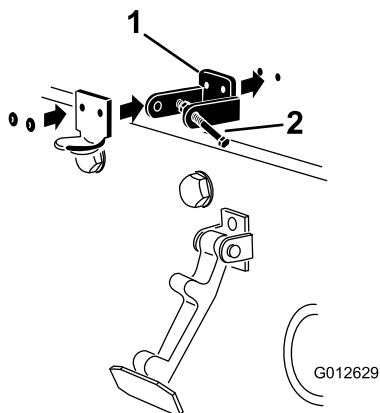

図 16
注 ロックブラケットをフード側にフードに当てて取り付けます 図 16。ロックブラケットアームについているボルトナットアセンブリは外さないでください。
5. ブラケットとワッシャをフードにリベットで固定する 図 16。